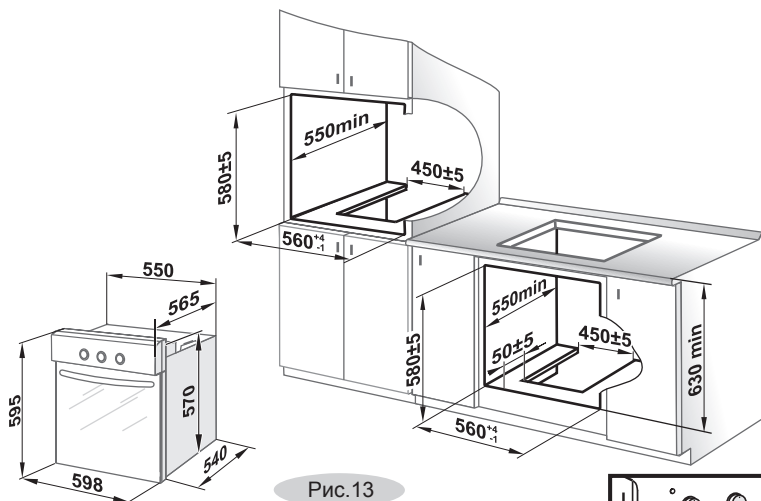

Рис. 13
- Духовка встраивается в напольную тумбу или пенал кухонного гарнитура, в которых имеется ниша с размерами, указанными на рис. 13.